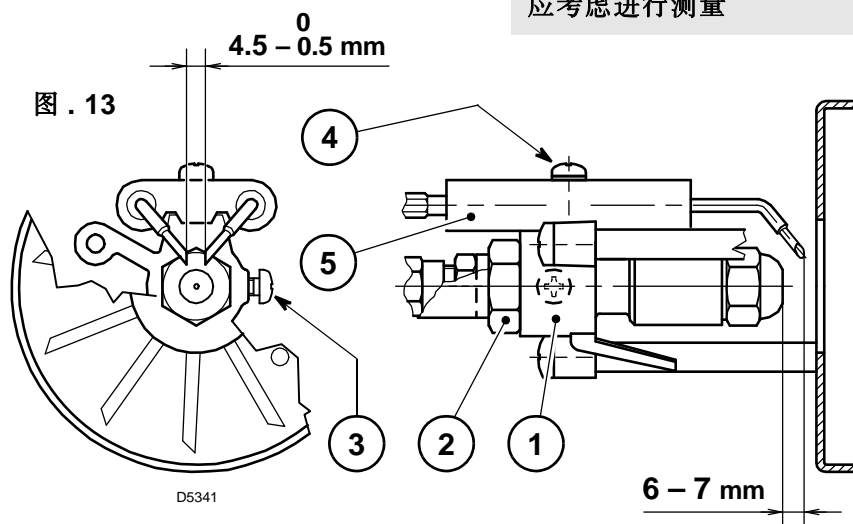

图 . 13
- ▶ 从电极上移走电缆 (4)，松开固定螺钉 (3, 图 . 13, P. 7) 后从喷嘴座 (1) 上移走旋流盘组件 (8).
### 4.4 电极的调整 (图 .13)
- 如需要更换喷嘴 ( 图 . 12,P. 6) 和检查电极的位置 ( 图 . 13, P. 7).